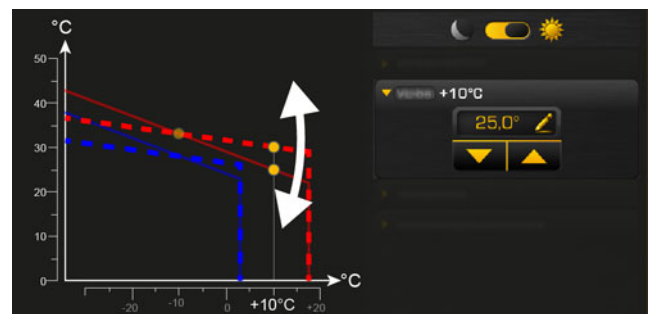

Fig. 6-100: Ajustement de la courbe de chauffage (en cas de températures extérieures supérieures au point de gel)
- Si, en mode de chauffe (au sein des temps de chauffage), les pièces sont toujours trop chaudes ou trop froides, il faut réajuster la courbe de chauffage. Voir chapitre Fig. 6-100: "Ajustement de la courbe de chauffage \(en cas de températures extérieures supérieures au point de gel\)".